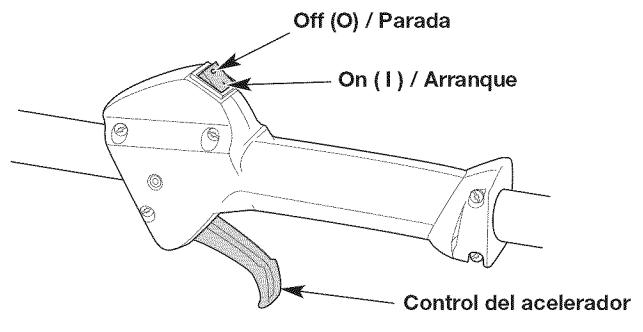
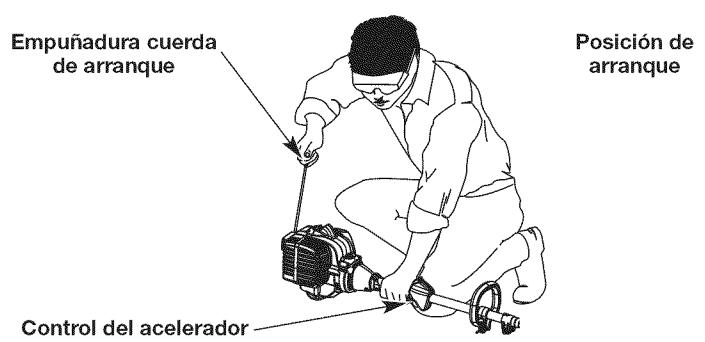

Fig. 9
Fig. 12
ADVERTENCIA: Se debe evitar arrancar accidentalmente la unidad. A fin de evitar que se produzcan lesiones graves, el operador y la unidad deben estar en una posición estable cuando se jala la cuerda de arranque (Fig. 12).
NOTA: No es necesario encender la unidad. El interruptor de encendido/apagado está en la posición ON (I) (encendido) en todo momento (Fig. 9).
5. Agacharse en la posición de arranque (Fig. 12).
6. Apriete el control del acelerador (Fig. 9) y tire de la cuerda de arranque con un movimiento controlado y firme **5 veces** (Fig. 12).
2. Oprima y mantenga apretado el interruptor de encendido/apagado en la posición OFF (O) (apagado) hasta que el motor se pare por completo (Fig. 9).
- NOTA:** No es necesario encender la unidad. El interruptor de encendido/apagado está en la posición ON (I) (encendido) en todo momento (Fig. 9).
7. Apriete y mantenga oprimido el control del acelerador (Fig. 9). Ponga en marcha el accesorio Speed Start™ durante 2 segundos.